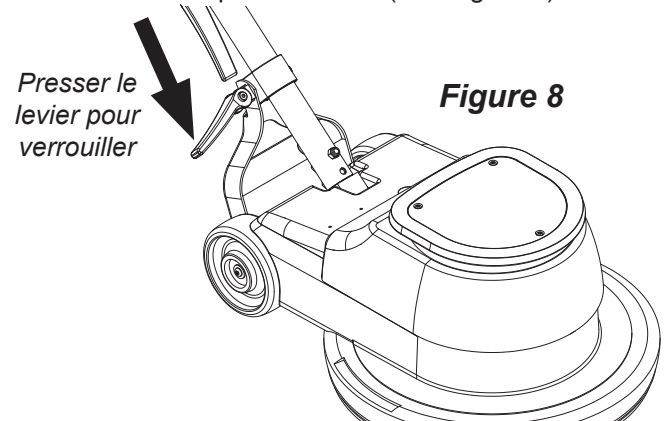

Figure 8
2. Verrouiller le timon dans la position la plus confortable pour le travail (voir Figure 8).